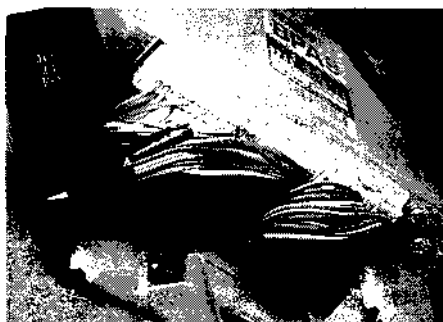

Рис. 5.3. Блок управления расположен позади центрального пульта
- 3 Аккуратно отсоедините разъемы от блока управления (см. рис. 5.3). Каждый разъем имеет фиксаторы, которые необходимо отсоединить перед разъединением разъемов.